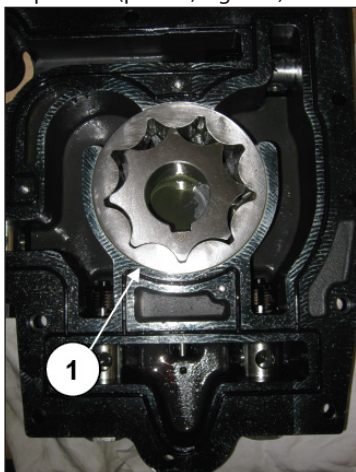

Fig. 151
Fit the lube pump rotors (pos. ①, Fig. 151).